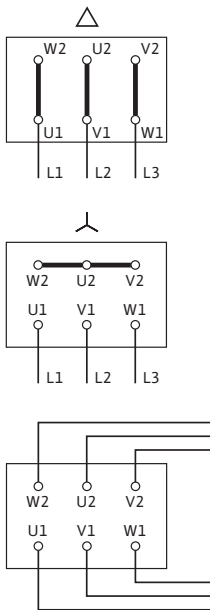

Fig. 17: Подключение к сети
Схема электроподключения находится в крышке клеммной коробки (см. также Fig. 17).
- Подключение к сети зависит от мощности двигателя P₂, от сетевого напряжения и от типа пуска. Необходимое переключение соединительных перемычек в клеммной коробке можно определить по следующей таблице «Табл. 4. Распределение клемм» на стр. 104 и Fig. 17.